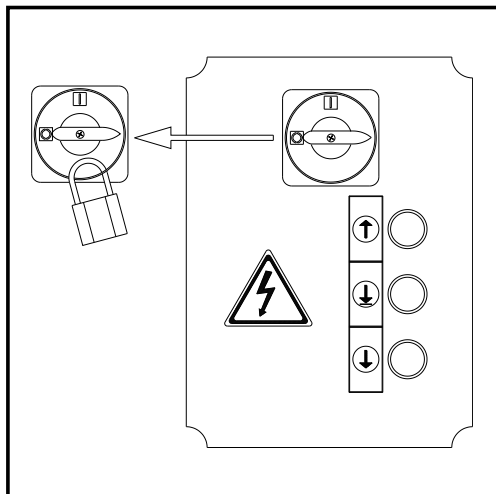

Fig.56
- l'interruttore generale sul quadro deve essere bloccato IN POSIZIONE "0" mediante un LUCCHETTO (Fig.56).
- the main switch on the control box must be locked in **POSITION "0"** by using a **LOCK** (Fig.56).